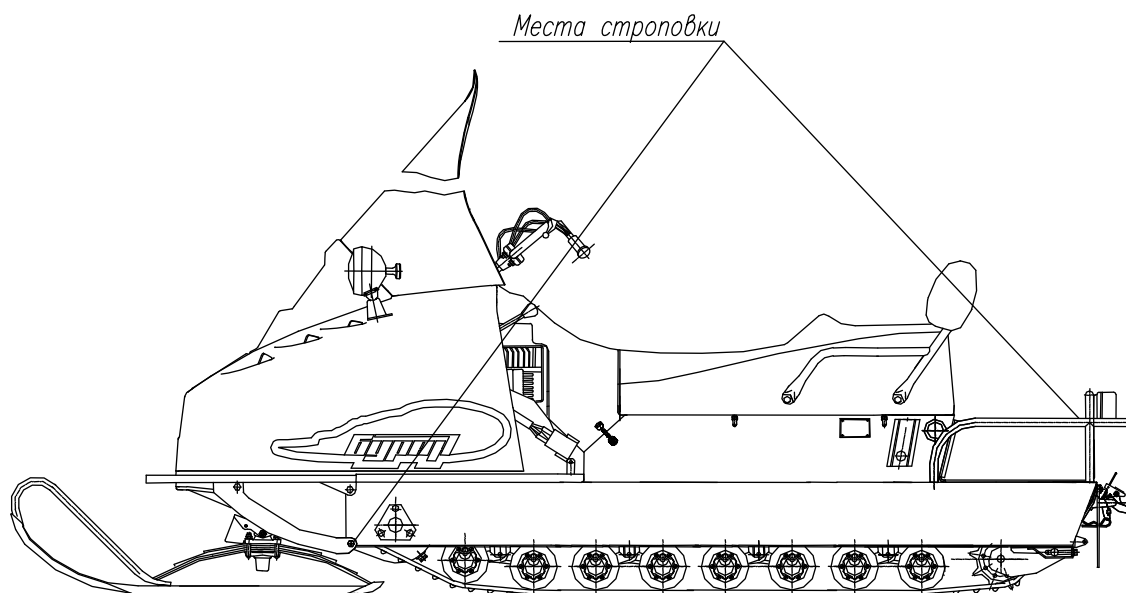

Рис. 25– Схема строповки снегохода БУРАН АД, АДЕ, ЛД, ЛДЕ, АДТЕ
- снегоход БУРАН АД, АДЕ, ЛД, ЛДЕ, АДТЕ – за нижние передние уголки рамы и ограждение багажника (рис. 25).